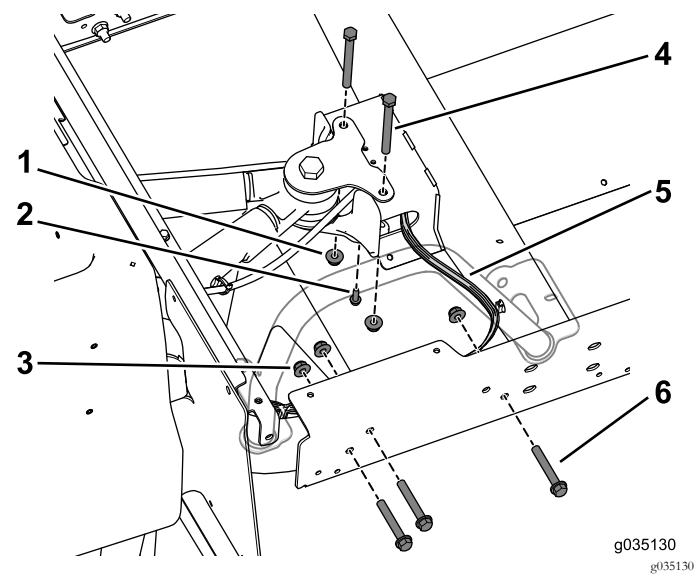

Bild 77
8. Befestigen Sie die Verlängerungsschiene mit den drei Schrauben (3/8" x 2 1/2") und Bundmuttern lose am Hinterrahmen (Bild 77). Führen Sie dies an beiden Seiten der Maschine aus.
Hinweis: Stellen Sie sicher, dass der Kabelbaum an der rechten Seite des mittleren Kanals austritt (Bild 77).
9. Befestigen Sie das T-Anschlussstück des Bremszugs mit der Blechschraube (1/4" x 3/4") am mittleren Kanal (Bild 77).
10. Befestigen Sie den mittleren Kanal mit den zwei Schrauben (3/8" x 3 3/4") und den Bundmuttern lose an der hinteren Befestigung (Bild 77).